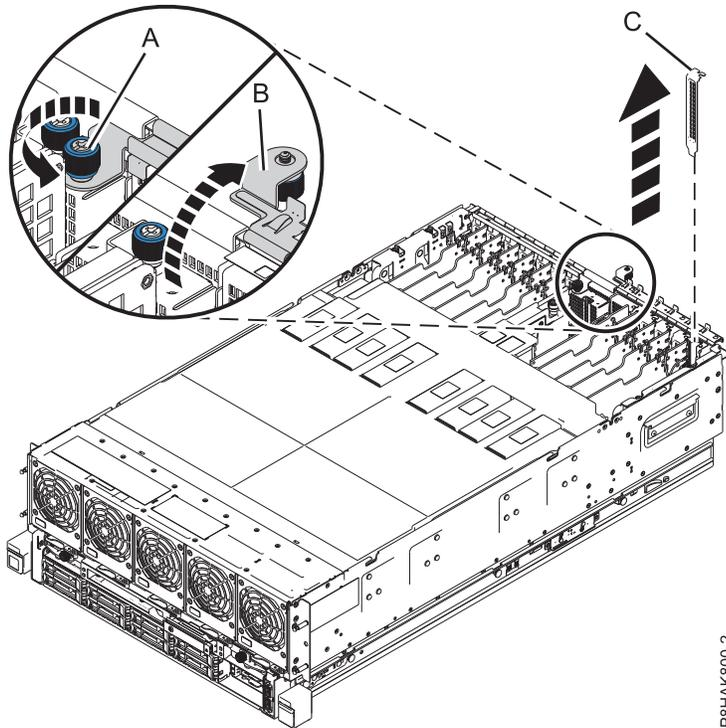

Figure 3. Retrait d'un obturateur d'un emplacement de carte PCIe sur le système 8408-44E ou 8408-E8E
- a. Dévissez complètement la vis moletée captive du support de fixation d'E-S. Voir **(A)** dans la figure 3, à la page 6.
- b. Ouvrez le support de fixation d'E-S en le faisant pivoter vers le haut et en l'éloignant du système. Voir **(B)** dans la figure 3, à la page 6.
- c. Pour retirer l'obturateur, saisissez-le avec précaution **(C)** par son bord supérieur ou sa contre-poupée et retirez-le du système. Voir figure 3, à la page 6.